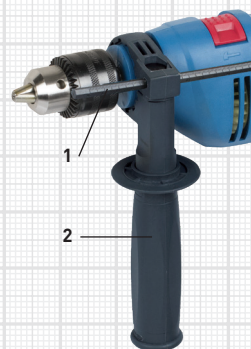

Рис. 1
- Перед работой всегда устанавливайте на ударную дрель съемную ручку 2 (рис.1), чтобы надежно удерживать инструмент двумя руками. Положение съемной ручки можно изменять для удобного применения инструмента в любом положении:
Для сверления отверстий заданной глубины вставьте ограничитель глубины сверления 1 (рис. 1) в отверстие рядом с креплением съемной ручки и отрегулируйте его положение, используя мерную шкалу.